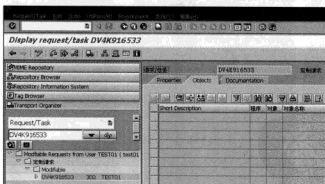

图 4-48 传输请求
STEP 3 程序修改完成，可以在对象选择区选择“Transport Organizer”选项，然后选择“Request/Task”选项，在下面的栏中输入传输请求号，即可看到程序对应保存的传输请求，如图4-48所示。事实上，这个界面和之前介绍的传输请求是一样的功能，只是在SE80界面对这些功能进行了集成。